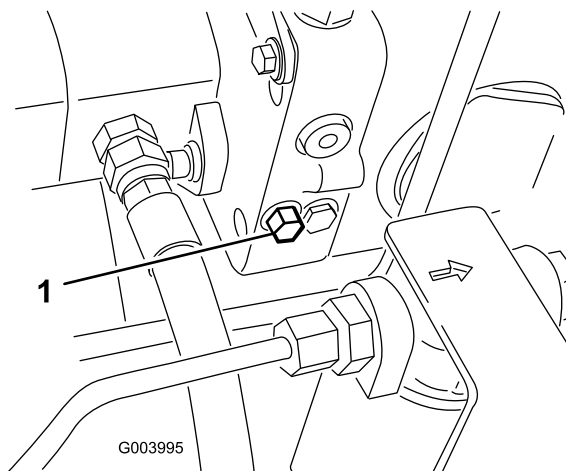

図 24
1. バイパスバルブはハイドロスタットの左側にある 図 24。バイパスバルブを右または左に 1.5 回転させると内部でバイパスが形成される。これにより、トランスミッションを破損することなく、機械を押して低速で移動できるようになる。